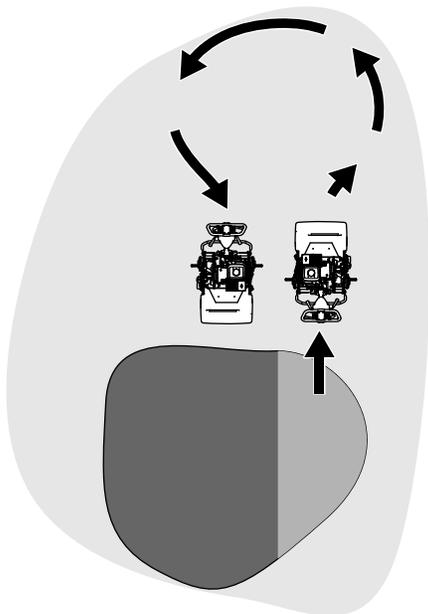

Figura 19
- Effettuate le svolte della macchina fuori dal green, sollevando il cilindro di taglio (spingendo la maniglia verso il basso) ed effettuando una svolta a goccia sul tamburo di trazione (Figura 19).
1. Individuate la leva di innesto della trazione sulla scatola di trasmissione (Figura 19).